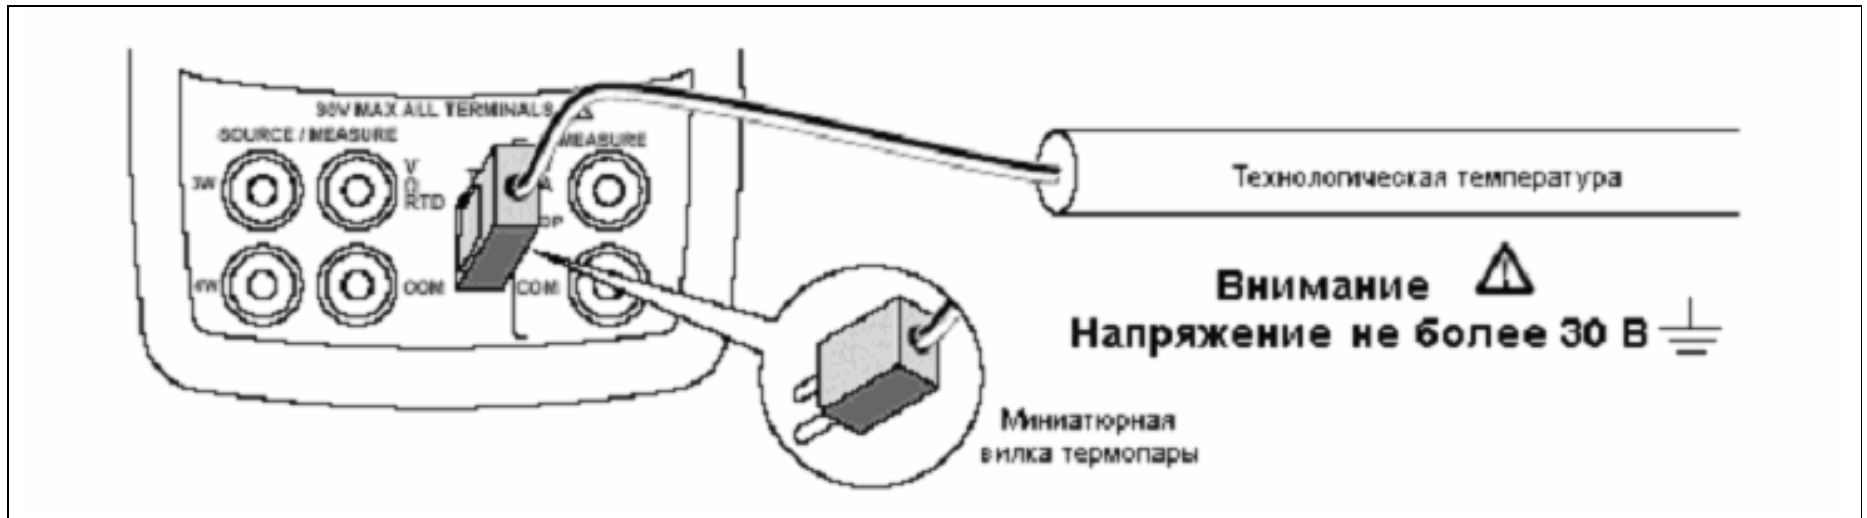

Рис. 10. Измерение температуры с использованием термопары
1. Подсоедините выводы термопары к соответствующей миниатюрной вилке термопары, а затем подключите вилку к гнезду входа/выхода термопары, как показано на рис. 10.